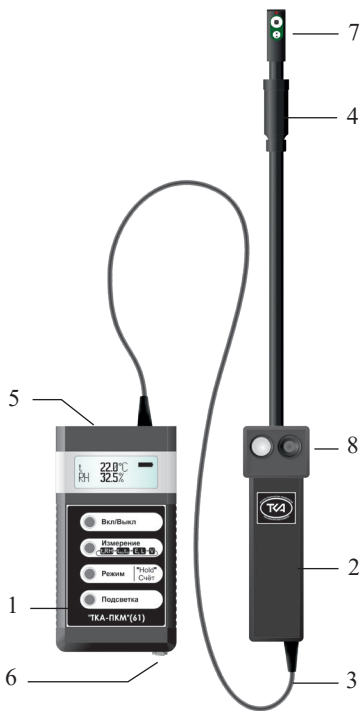

Рис.1 Внешний вид прибора “ТКА-ПКМ”(61)
5.1 Приборы комбинированные выпускаются в компактном портативном исполнении. Конструктивно прибор состоит из двух функциональных блоков: измерительной головки (ИГ) и блока обработки информации (БОИ), связанных между собой гибким многожильным кабелем (Рис.1).
Для связи с ПК в приборе установлен разъём USB (опционально RS232) (5, на Рис.1).
6.2.1.1 Включите прибор. Перед началом работы убедитесь в работоспособности элемента питания (аккумулятора). Если после включения прибора на дисплее появится надпись “РАЗРЯД БАТАРЕИ!”, нужно зарядить аккумулятор, для чего следует подключить к прибору через разъём на корпусе (6, Рис.1) зарядное устройство и вставить его в сеть. Прибор необходимо выключить. Время заряда ~ 16 часов. Превышение времени заряда (до нескольких суток) не приводит к ухудшению работоспособности аккумулятора.